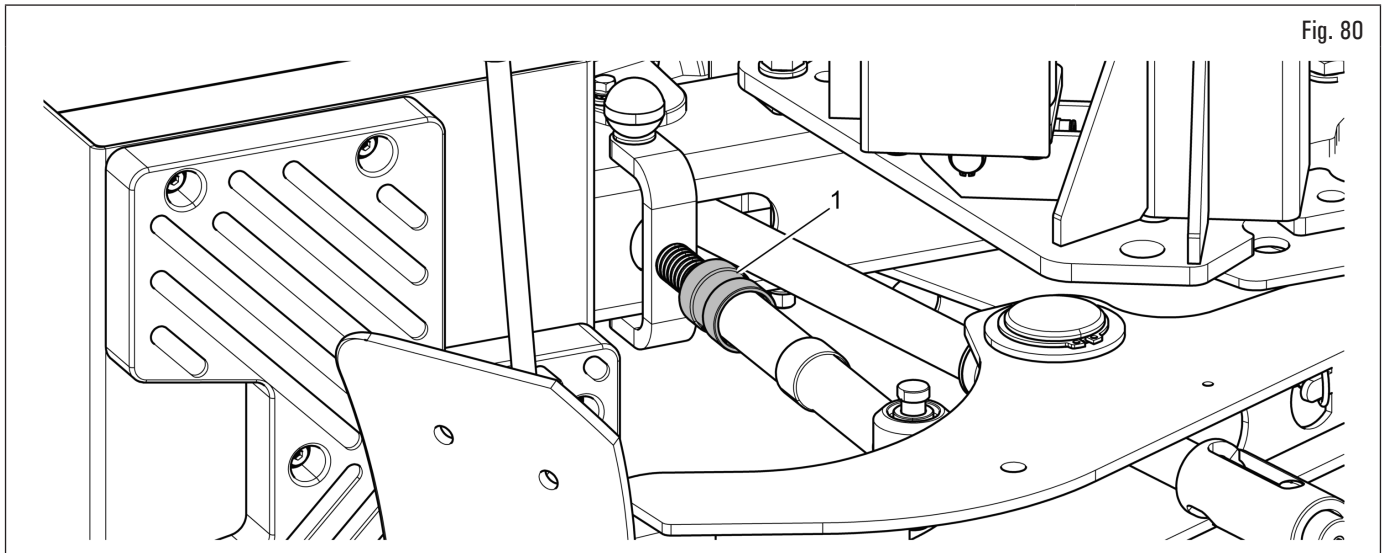

Fig. 80
2. regular la carrera del limitador del destalonador actuando sobre su virola de regulación (Fig. 80 ref. 1), de manera que la paleta pueda penetrar más allá del borde de la llanta hasta una altura igual a la altura de una cuña del alargue del destalonador;